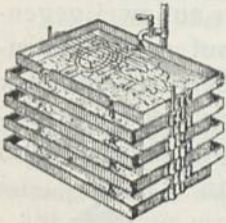

Abb. 180.
2. Wässern in flachen Schalen, worin das Wasser sich zunächst staut und dann auf einer Seite herausläuft (Abb. 180).